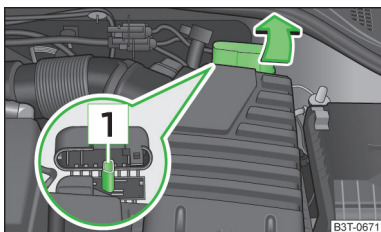

Fig. 189
La autovehiculele cu bateria amplasată în portbagaj, borna plus a bateriei furnizoare de curent poate fi conectată printr-un cablu de pornire asistată doar la punctul de pornire asistată din compartimentul motor al autovehiculului alimentat cu curent » fig. 189 !
- Deschideți capacul de protecție al punctului de pornire asistată în sensul indicat de săgeată » fig. 189.